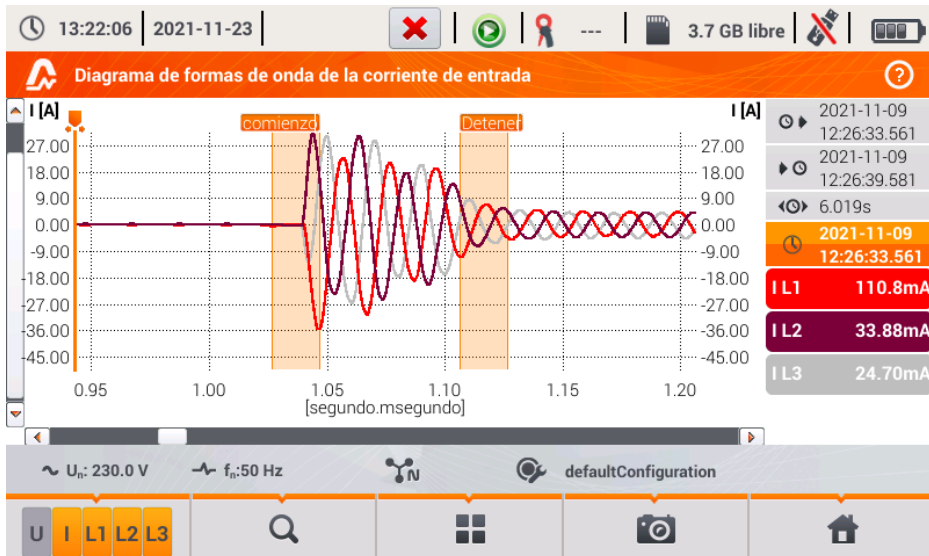

Fig. 42. Análisis de la corriente de arranque - gráfico de formas de onda.
Ejemplo de la pantalla mostrada al arrancar el motor trifásico se presenta en la Fig. 42.
- gráfico de formas de onda de arranque (Fig. 42; opción disponible en la vista del gráfico $RMS_{1/2}$ y en la vista tabular).